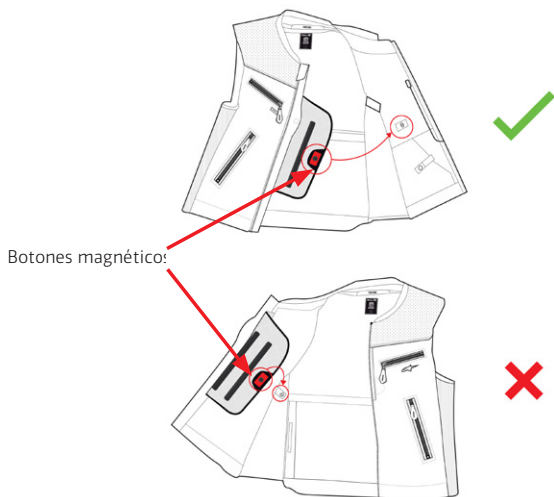

Figura 9
1. Colóquese el Sistema y fije el Airbag presente en la zona pectoral conectando el Botón Magnético Pectoral (9) con el Botón Magnético Izquierda (11) presente en el chaleco (Figura 9).
2. Cierre la cremallera de activación (1) de abajo hacia arriba y espere a que el sistema se encienda.
3. El cierre correcto de la cremallera de activación (1) y el encendido del sistema se indican mediante el encendido de la pantalla LED (2) y la presencia de una vibración en la misma zona.
4. Una vez encendido el Sistema, compruebe en el pantalla LEDs (2) que el Sistema ha arrancado correctamente (véase apartado 13 "Indicaciones de la pantalla LEDs"). En particular, el usuario debe verificar que, tras la puesta en marcha del Sistema, no haya ningún fallo del mismo.